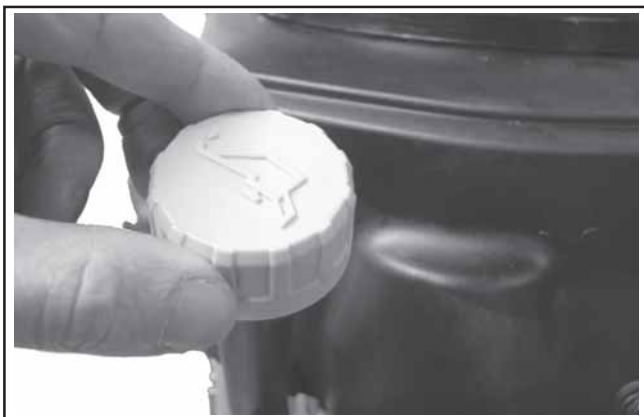

Figure 6-2. Bouchon de remplissage d'huile/jauge.
3. Retirer le bouchon de remplissage/la jauge et essuyer l'huile. Remettre en place la jauge dans le tube et placer le bouchon sur le tube. Ne pas visser le bouchon. Voir la Figure 6-2.